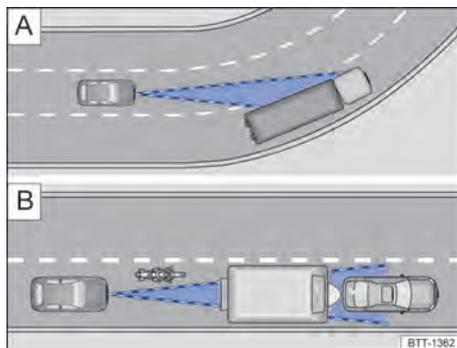

Fig. 99 A) Condução em curva. B) Veículos fora da área de alcance do sensor do radar
O sensor do radar sempre realiza as medições em sentido reto. Por isso, veículos em curvas fechadas podem ser acidentalmente detectados ou veículos a frente podem não ser detectados → Fig. 99 .
- Veículos que conduzem fora da área do sensor em pequena distância do próprio veículo, por exemplo, motocicletas → Fig. 99 .